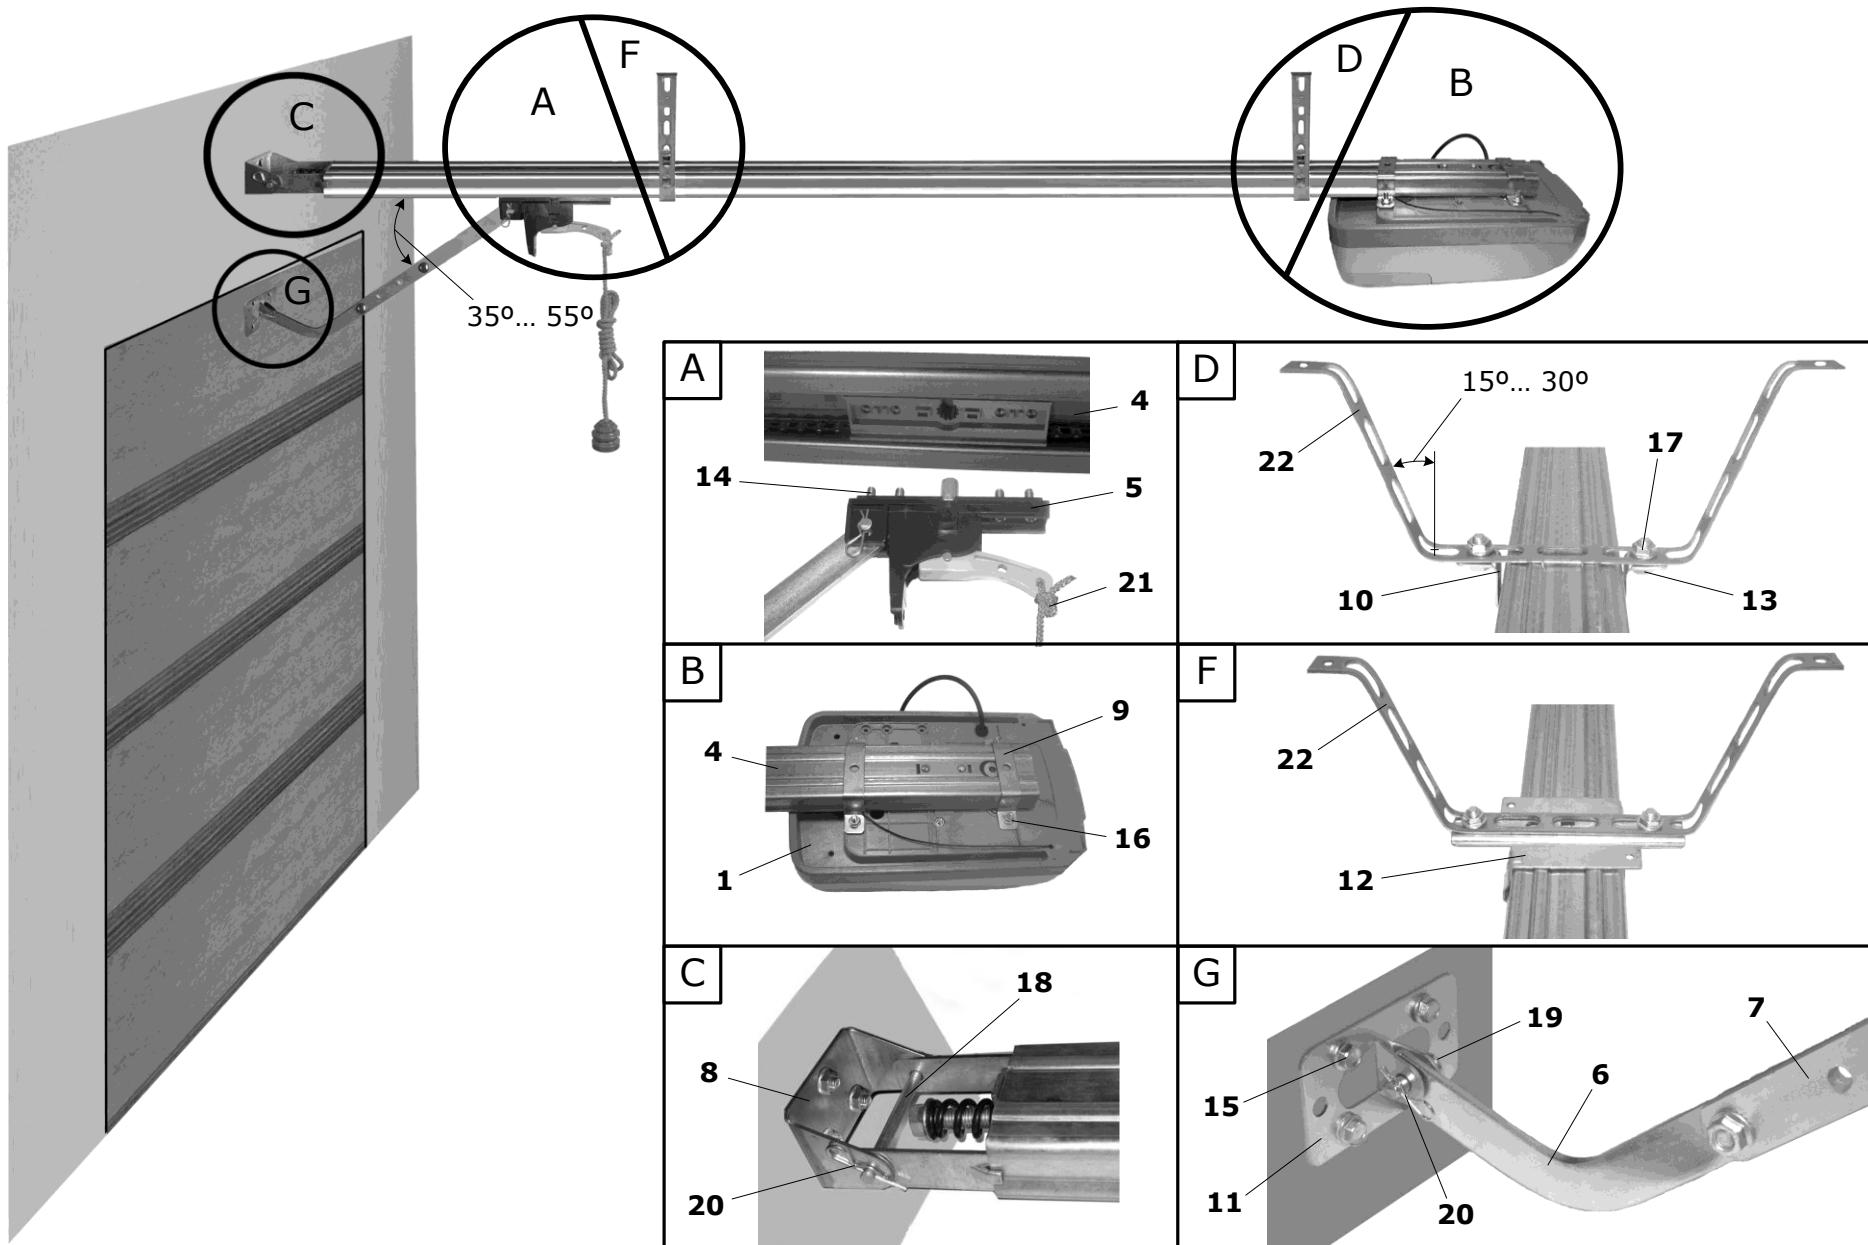

Рис. 2. Монтаж комплекта
Рейка поставляется в подсобранном состоянии. Для окончательной ее сборки необходимо (вид А, рис. 2):
Для присоединения привода к рейке (вид В, рис. 2) необходимо:
При креплении рейки к стене над воротами (вид С, рис. 2) необходимо:
- Закрепите U-образный кронштейн крепления рейки 10 (вид D, рис. 2) и изогнутую полосу крепления 22 на рейку вблизи привода с помощью двух болтов 13 и двух гаек 17. При расстоянии от рейки до потолка 5...130мм используется одна полоса крепления, изогнутая "П - образно" (рис. 2).
- Установите кронштейн крепления рейки 12 (вид F, рис. 2) и изогнутую, в соответствии с выше описанным пунктом, полосу крепления 22 на рейку в месте, обеспечивающем наибольшую жесткость рейки (например, на расстоянии 1/3 длины рейки от проема ворот). Соедините кронштейн крепления рейки и полосу крепления с помощью двух болтов 13 и двух гаек 17.
Для соединения каретки рейки с полотном ворот (вид G, рис. 2) необходимо: